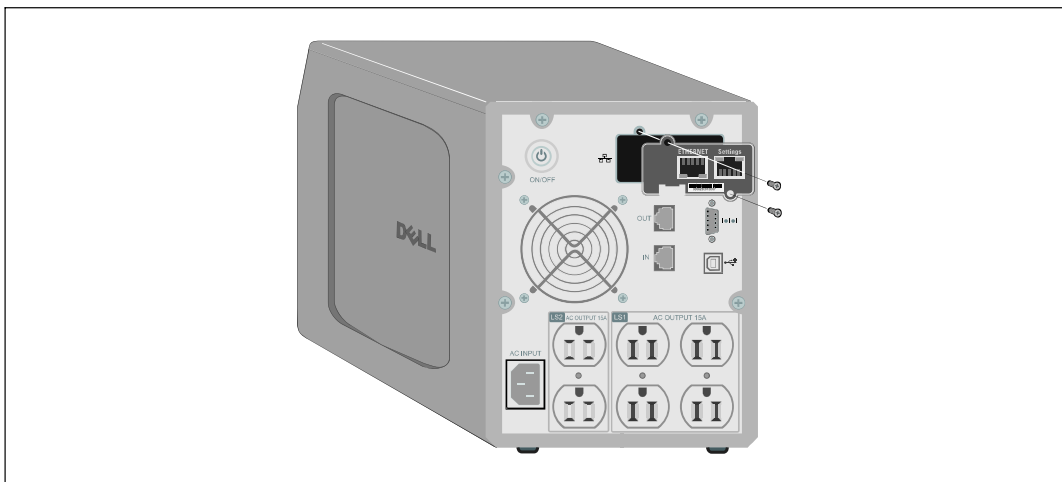

図4. カードのインストール
- 4 開放スロットにカードをスライドさせ、ステップ1で取り外したネジで固定します（図4を参照）。